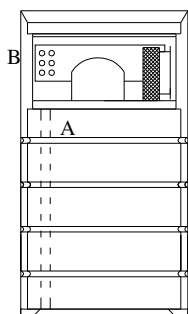

Fig. 2.3c
Trek de aan te sluiten kabels door de kabeldoorvoeringen in behuizing(A in Fig.2.3c).
- Trek de kabels vervolgens door de wartels(B in fig.2.3c) in de scheidingsplaat tussen koelingschacht en elektra sectie. Strip de kabels lang genoeg om het contact blok te bereiken.